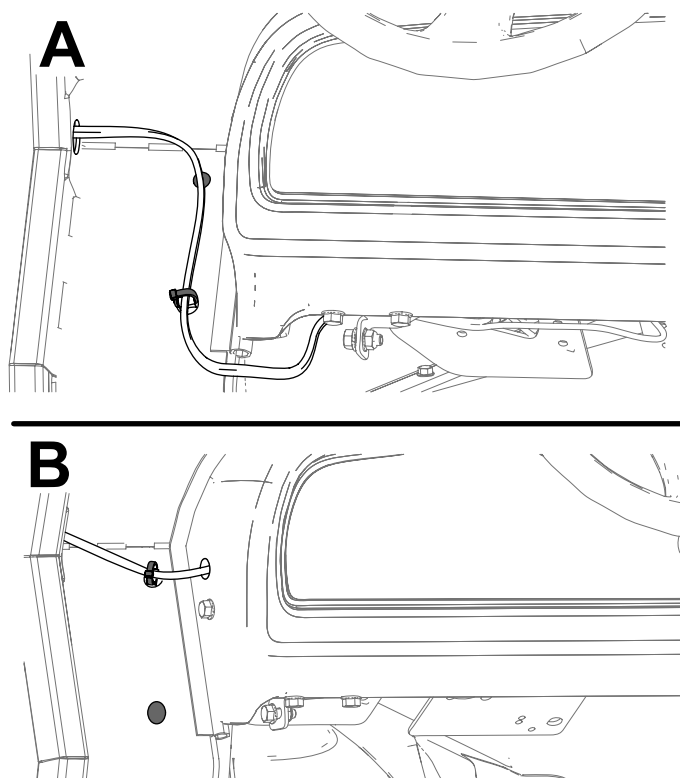

Figure 12
- Acheminez le faisceau de câblage sous le panneau de commande (encadré A de la Figure 12). Placez l'attache-câble dans le
- Percez un trou dans la console, insérez l'attache-câble dans le trou supérieur du panneau latéral et insérez la prise dans le trou inférieur (encadré B de la Figure 12).